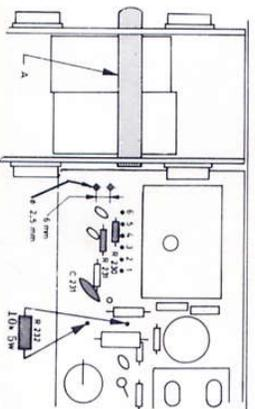

Fig. 5. Montering av kantkontakt for stereodekoder 4-2 i Huldra 8.
- Ta glasset ut av kabinettet. Fig. 5 og 6 viser MF-platen i apparatet med lavere serienummer enn 427 200. I apparatet med høyere serienummer er kondensatorene C238 og C242 montert på komponentsiden. Videre er blå og sort ledning koplet til venderseksjonen. Punkt 6 og 7 i monteringsavvisningen kan utelates for høyere serienummer.
4. Bør et 2,5 mm hull i platen som vist på fig. 5.
6. Tvinn ledningene (sort og blå) sammen og lodd dem til venderseksjonen og MF-platen som vist på fig. 5.
8. Ta ut festebylen A (fig. 5) og monter den som vist på figuren. Plugg dekoderen inn i kantkontakten. Foliesiden skal vende mot FM-detektor boksen. Monter feste skrue fra MF-platens folieside.